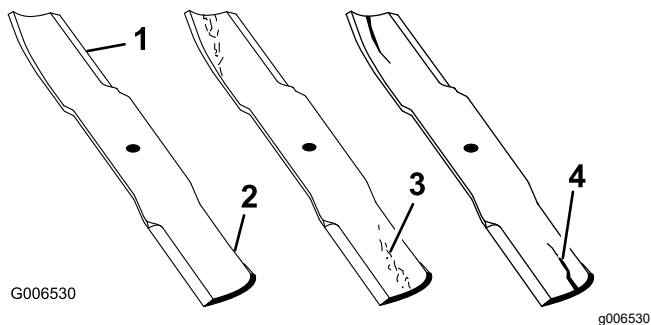

Figure 72
1. Examinez le tranchant des lames (Figure 72).
4. Remplacez immédiatement toute lame fendue, usée ou qui présente une entaille (Figure 72).